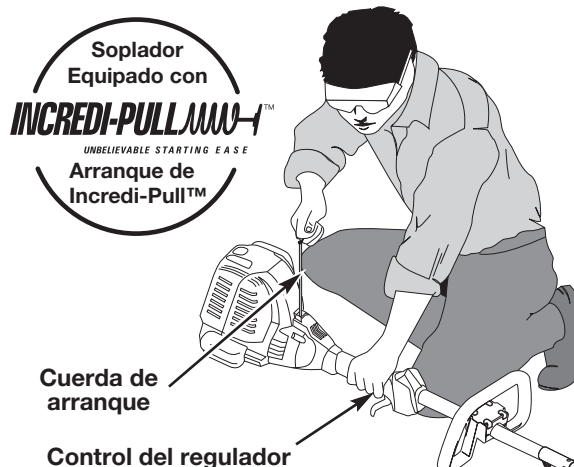

Fig. 8
4. Soporte en la posición de arranque (Fig. 8) y **no apriete el control del regulador**. Tire de la cuerda de arranque hacia afuera una pequeña distancia hasta que sienta un poco de resistencia. Esto es por lo general aproximadamente de 2 a 4 pulgadas. Hale de la cuerda de arranque con un **movimiento controlado y uniforme**. Repita 5 veces. El motor deberá arrancar.